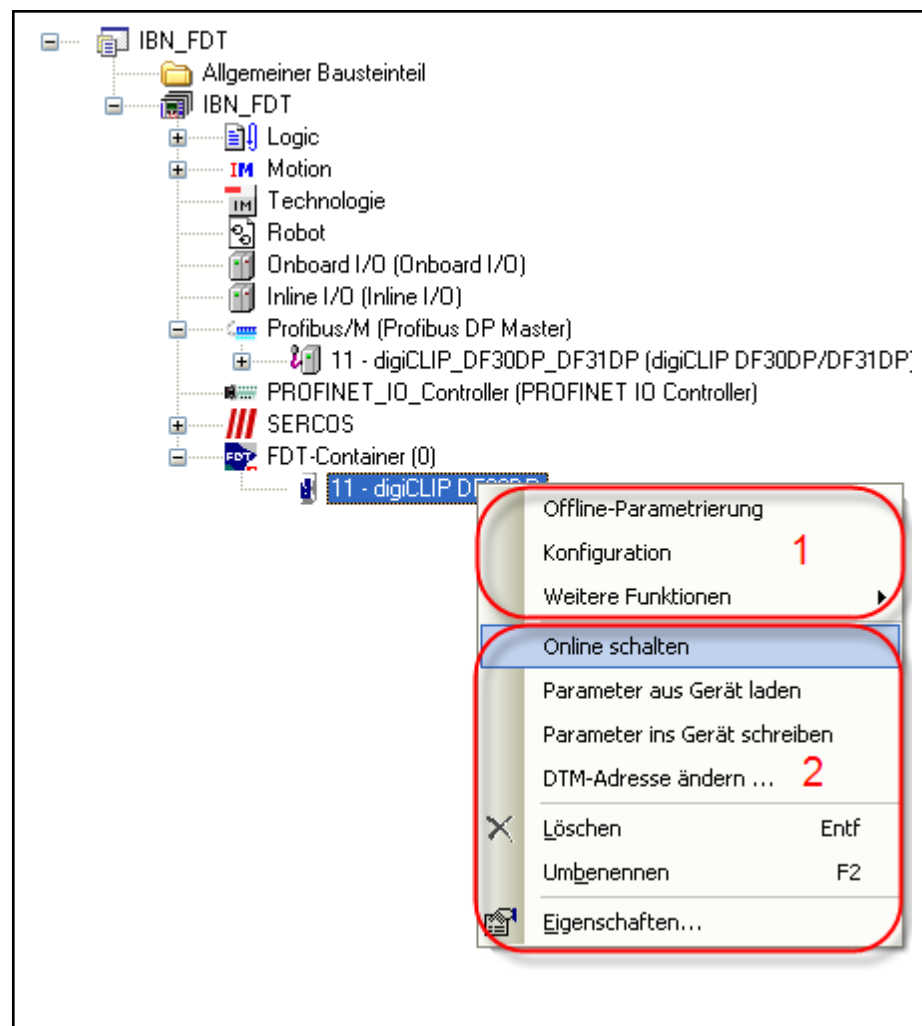

Abb.5-146: DTM online gehen
4. Wählen Sie bei dem DTM **"Parameter ins Gerät schreiben"** aus (siehe Abb. 5-146 "Parameter ins Gerät schreiben" auf Seite 174)